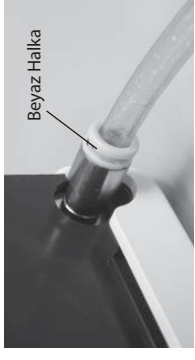

Fig.6
- Şebeke su konnektöründeki beyaz halkanın itilmesi, (Hızlı bağlantı halkası), halkayı iterken hortumu nazik bir şekilde çekip çıkartınız. (Fig. 6)